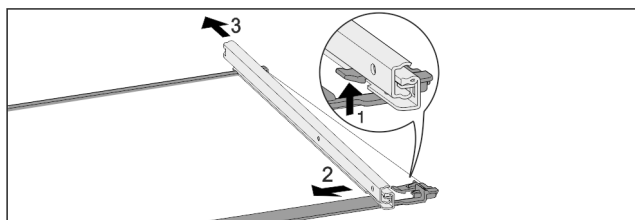

Fig. 139 Стъклена плоча с релси
- Натиснете нагоре предните фиксиращи палци. Fig. 139 (1)
- Плъзнете изтеглящата релса настрани Fig. 139 (2) и назад Fig. 139 (3).